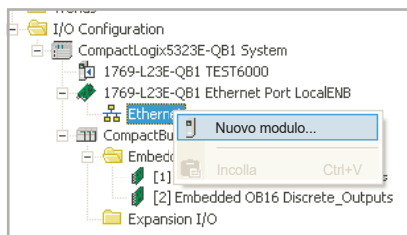

Figura 4.3.21l Fare clic con il pulsante destro del mouse sul simbolo EtherNet
1. Nella vista ad albero del pannello sinistro della finestra RSLogix 5000, fare clic con il pulsante destro del mouse sul simbolo EtherNet e selezionate "New Module" (Nuovo modulo) dal menu (figura 4.3.21l).